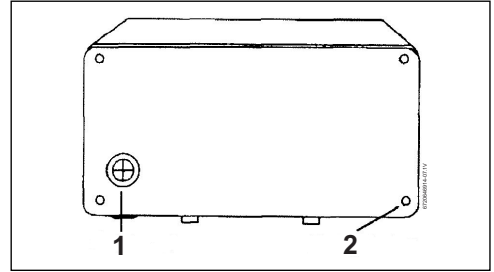

Fig. 10 Arrière de l'unité
- ▶ Si le passage par l'arrière du capot est choisi, découper le passe câble sur la plaque arrière avec un couteau bien aiguisé. Vérifier de ne pas retirer la gaine en caoutchouc de la plaque arrière (Fig. 10) :